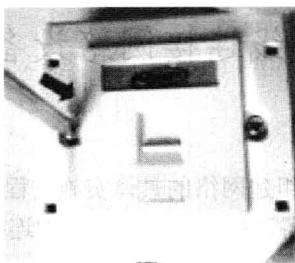

图 1-26 把面板与底盒固定起来
⑧ 按图 1-25 所示的方法，在面板与遮罩板之间的缺口位置用手掰开遮罩板。然后把面板与底盒合起来，对准孔位，在螺钉固定孔位中用底盒所带的螺钉把两者固定起来，如图 1-26 所示。